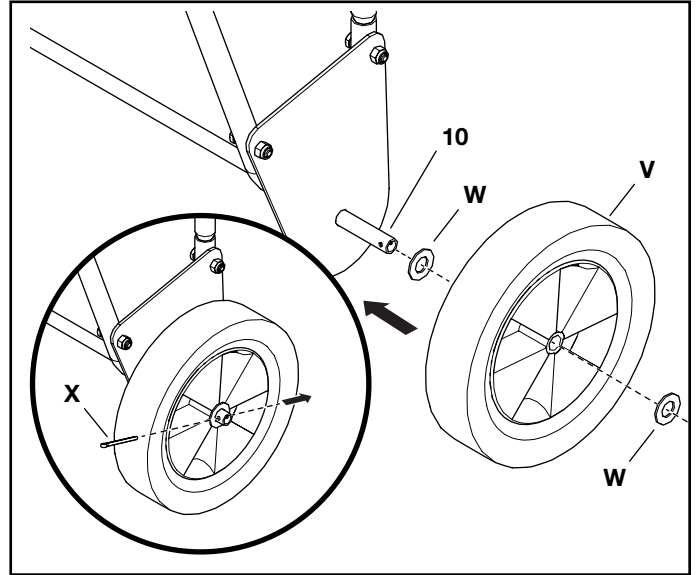

FIGURE 9
STEP 9: (SEE FIGURE 9)
- Place a .531 x 1 x .059 washer (W) followed by a wheel (V) and then another .531 x 1 x .059 washer (W) onto the end each axle (10).
- Secure each wheel by inserting a 1/8 x 1-1/2 cotter pin (X) into the hole on the end of each axle (10). Use pliers to bend the ends of the 1/8 x 1-1/2 cotter pins (X) to secure them in place.
(VOIR LA FIGURE9) Placez une rondelle de 0,531 x 1 x 0,059 (W), suivie d'une roue (V), puis une autre rondelle de 0,531 x 1 x 0,059 (W) à l'extrémité de chaque axe (10). Fixez chaque roue en insérant une goupille fendue de 1/8 x 1-1/2 (X) dans le trou situé à l'extrémité de chaque axe (10). Utilisez une pince pour plier les extrémités des goupilles fendues 1/8 x 1-1/2 (X) afin de les fixer en place.